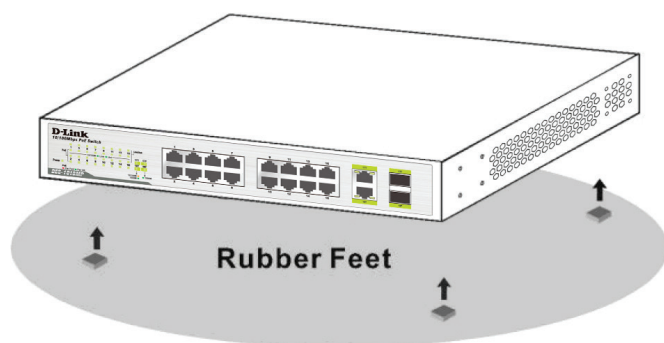

Figura 4. Montaggio nel rack
2. Utilizzare le viti in dotazione con il rack, per montare il dispositivo nel rack come indicato nella **Figura 4**.